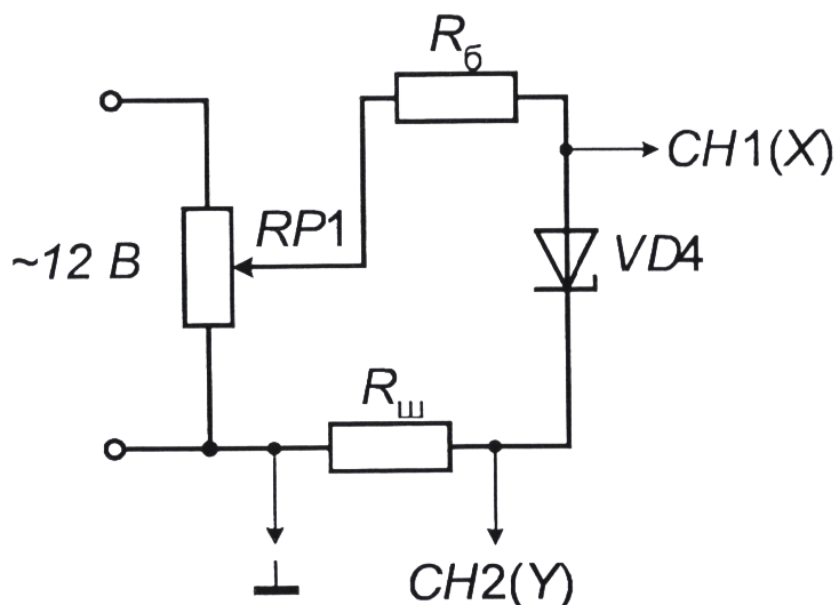

Рис. 5.5. Схема для исследования стабилитрона
Собрать схему для исследования стабилитрона VD4 на переменном токе (рис. 5.5). Соединить перемычкой гнезда X5 – X9. Вход CH2(Y) осциллографа подключить к шунту $R_{ш}$ (гнездо X13), а корпус осциллографа «L» соединить с гнездом X12. Вход CH1(X) осциллографа подключить к гнезду X4. При этом переключатель развертки осциллографа должен быть переведен в положение X/Y. Подать питание – переключатель SA1 установить в положение «~». Светящуюся точку на экране осциллографа поместить в начало координат. Вращать ручку